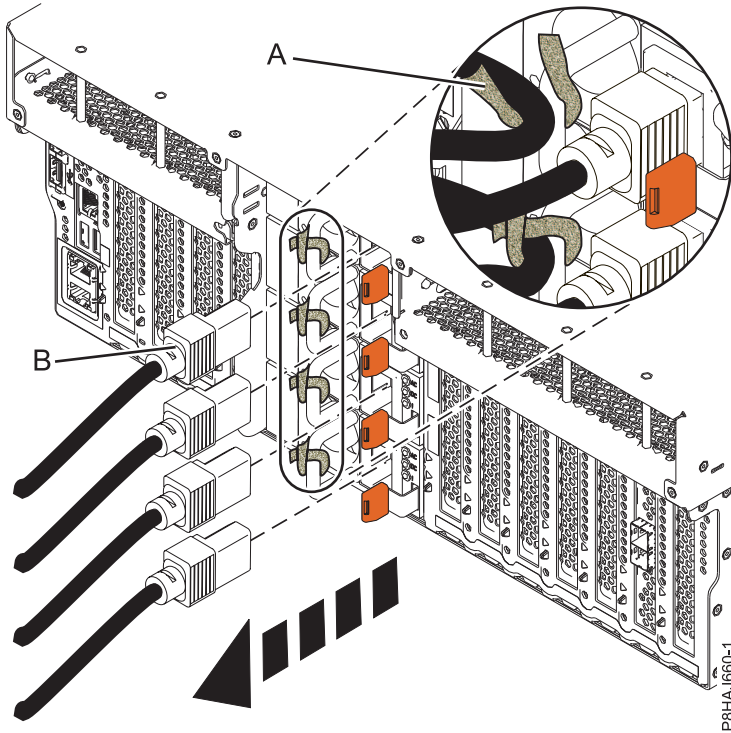
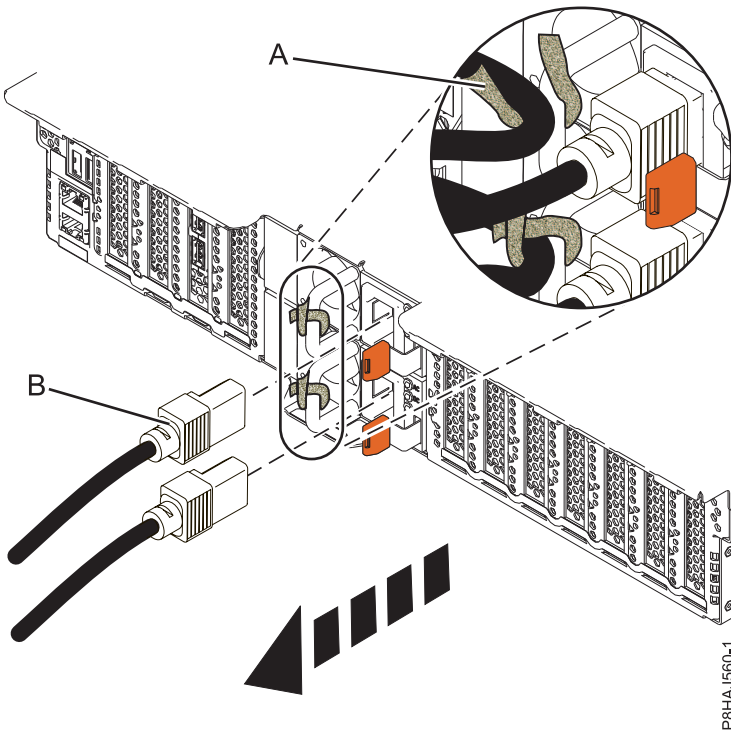
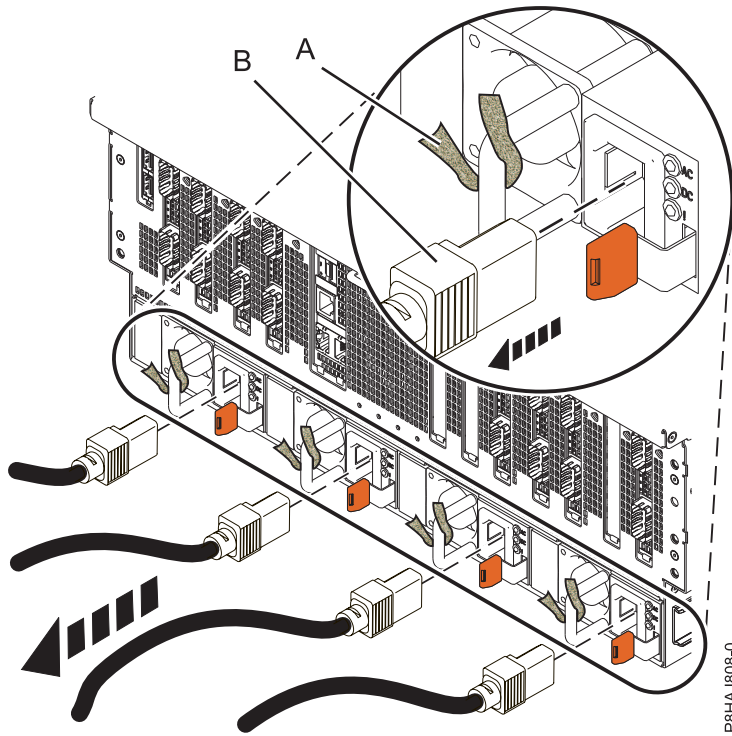

Figura 36. Extracción de los cables de alimentación de un sistema 8247-42L, 8286-41A o 8286-42A
Figura 37. Extracción de los cables de alimentación de un sistema 5148-21L, 5148-22L, 8247-21L, 8247-22L, 8284-21A o 8284-22A
Figura 38. Extracción de los cables de alimentación de un sistema 8408-44E o 8408-E8E
3. Desconecte los cables de alimentación **(B)** de la unidad del sistema. Consulte la Figura 36 en la página 52, la Figura 37 en la página 52 o la Figura 38 en la página 53, dependiendo del tipo de sistema.